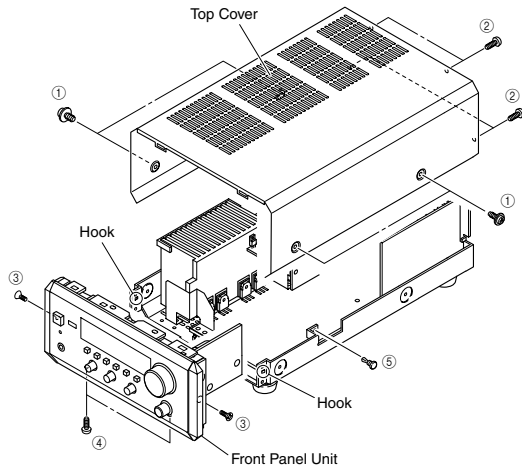

Fig. 1
- a. Remove 4 screws (①) and 4 screws (②) in Fig. 1.
- b. Remove 2 screws (③), 2 screws (④) and 1 push rivet (⑤) in Fig. 1.
- a. ①のネジ4本、②のネジ4本を外します。(Fig. 1)
- b. ③のネジ2本、④のネジ2本、⑤のプッシュリベットを外します。(Fig. 1)
- c. パネル両サイドのフックを外して、フロントパネルユニットを前方に引き出します。(Fig. 1)